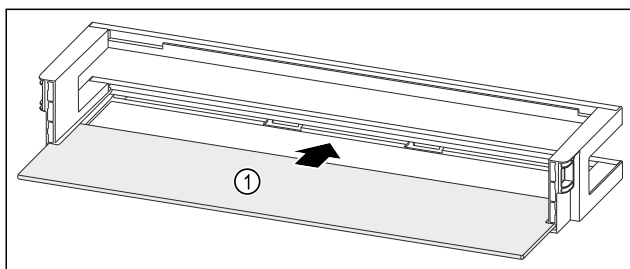

Fig. 204 Dörrfack med hylla
- Skjut in hyllan Fig. 204 (1) i ursparingarna på sidan.